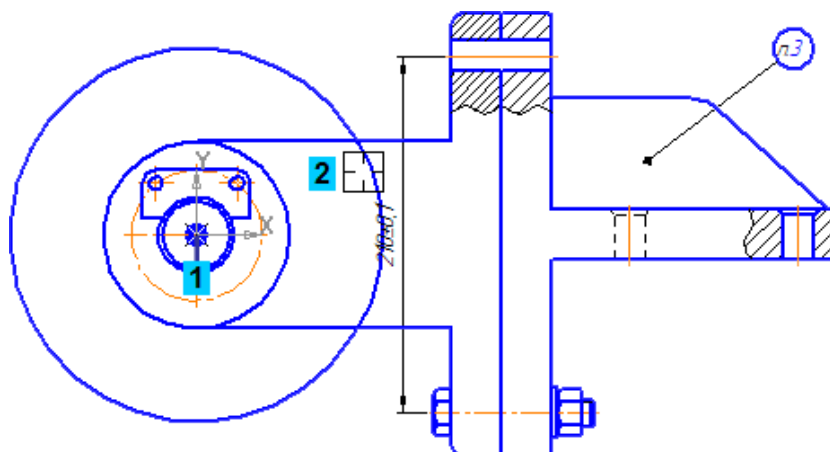

Рисунок 17.
- С помощью команды Усечь кривую на панели Редактирование  удалите участок окружности, закрытый деталью Вилка (курсор 2) (рис. 17).